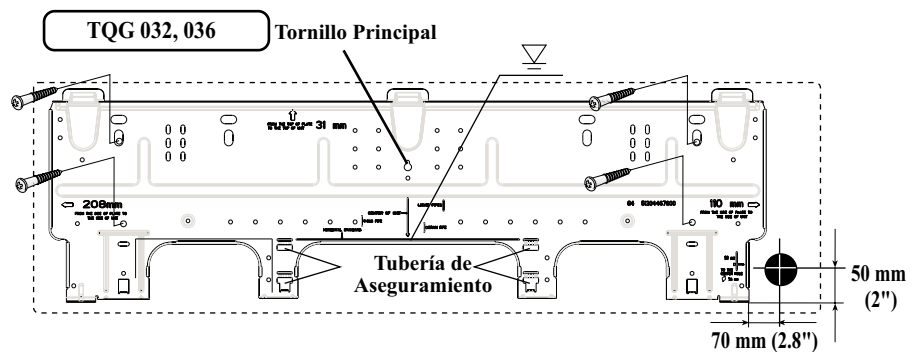

Fig. 5
- Jale hacia afuera la abrazadera de montaje adjunta a la parte trasera de la unidad. Ver la Fig. 5.
- Marque los cuatro agujeros perforados en la pared, como aparecen en la Fig. 5.
- Marque el centro del agujero a ser perforado como lo muestra la Fig. 5.